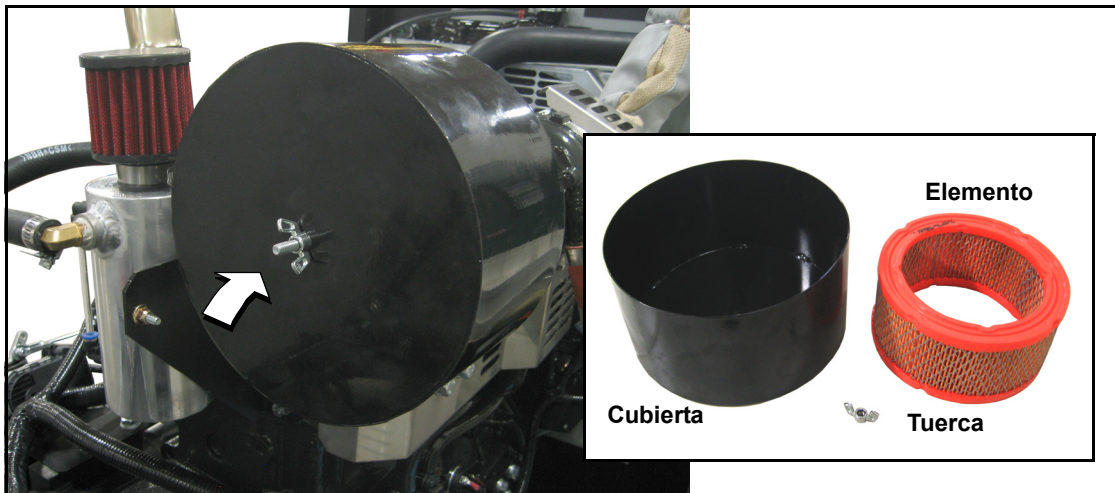

Figura 5-14. Cubierta del depurador de aire y elemento de filtro
1. Retire la tuerca mariposa de la varilla roscada para soltar la cubierta del depurador de aire. Vea la Figura 5-14.